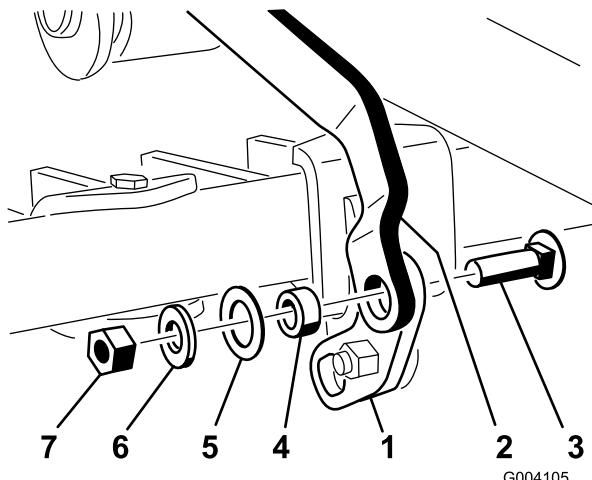

Figura 15
- Con la curva del conjunto del pedal de elevación hacia arriba, conecte el extremo de la barra de unión a la pestaña de giro (taladro cuadrado) usando un perno de cuello cuadrado (3/8 x 1-1/4 pulgadas), un espaciador, una arandela de 1 pulgada, una arandela de 13/16 pulgada, y una contratuerca (3/8 pulgada) según se muestra en Figura 15.